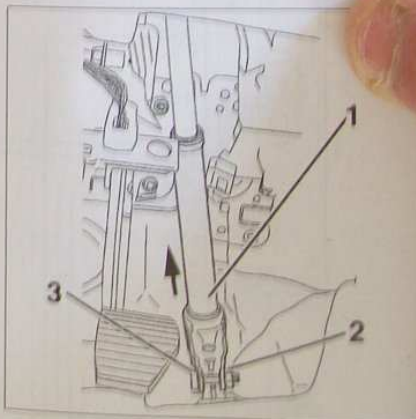

FIG.8
- l'écrou (2) (Fig.8).
- l'axe de fixation (3) du cardan de direction.
- Dégager le cardan de direction (1) en écartant le clip de sécurité.